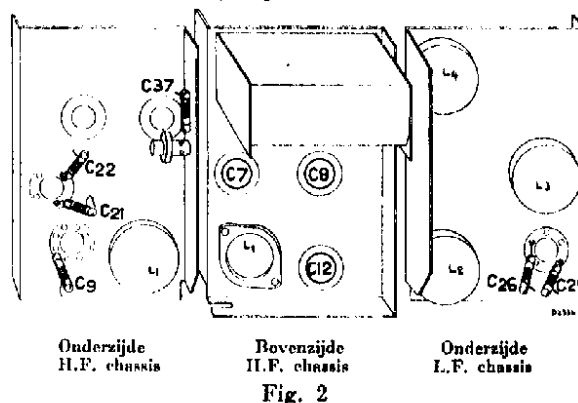

Fig. 2
- N.B. 1. Alvorens tot trimmen over te gaan, de was op de betr. condensatoren (fig. 2) met een warme soldeerbout los maken; na het trimmen de was wederom zacht en daarna hard laten worden.